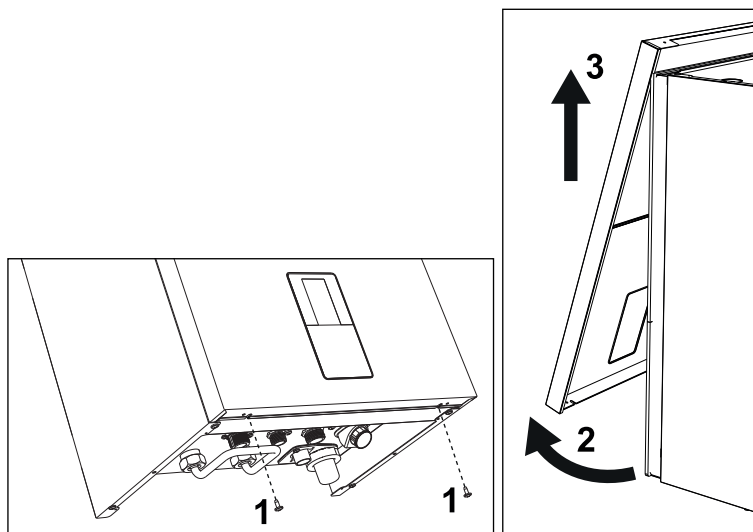

рис. 56- Открытие передней панели
1. Открутите винты "1" (см. рис. 56).